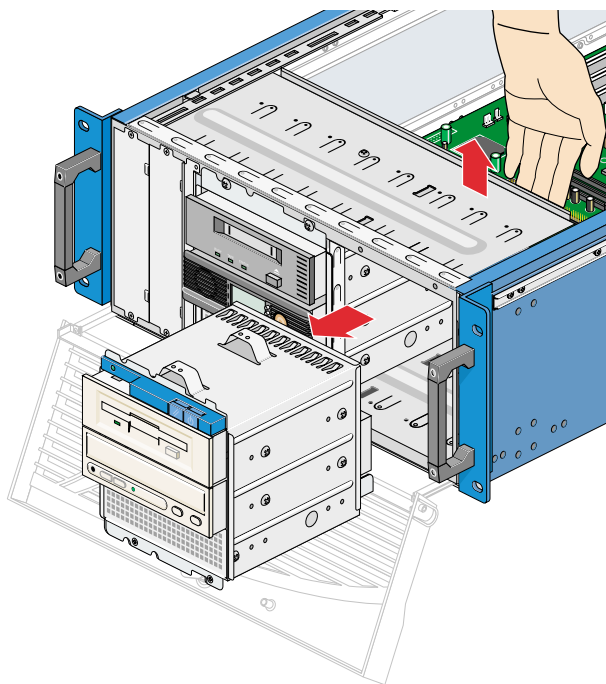

図 5-3 ドライブケースの取り外し
10. 図 5-3 に示すように、ケースのトップパネルを少し持ち上げて、トップパネルのクリップからドライブケースを外し、ドライブケースを前へ押し出してケースから取り出します。
4. ドライブケースをケースの中へ押し込みます。ドライブケースがカチッと音を立てて取まります。ケースの上部についたクリップがドライブケースをその場所に固定します (78 ページの図 5-3 を参照)。